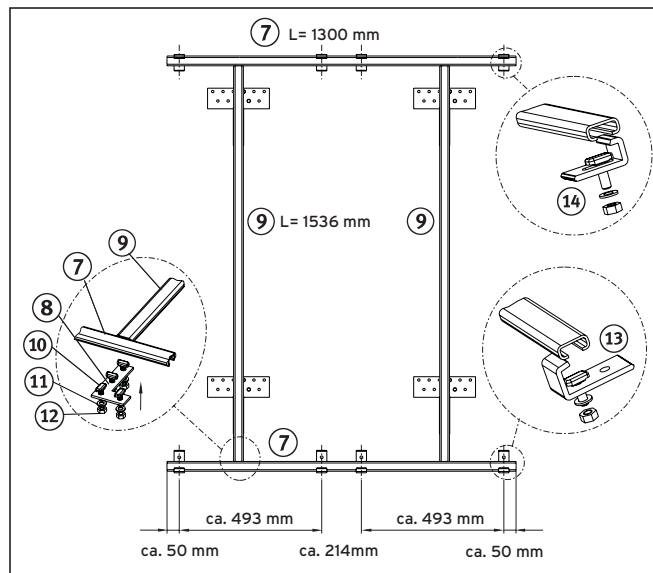

Abb. 4.16 Montageset für zwei VTK 570
- Befestigen Sie die horizontal verlaufende Auflageschienen (Abb. 4.16/4.17, Pos. 7) mit Hilfe der L-Verbindungsstücke (Pos. 8) an den vertikalen Auflageschienen (Pos. 9). Benutzen Sie dazu je L-Verbindungsstück 4 Hammerkopfschrauben (Pos. 10), Unterlegscheiben (Pos. 11) und Sechskantmutter (Pos. 12) benutzen.